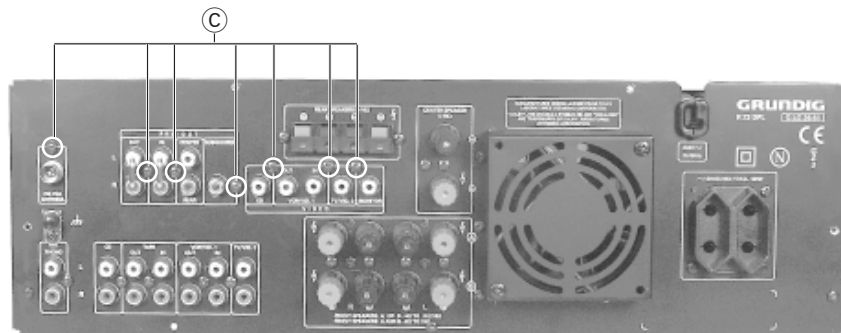
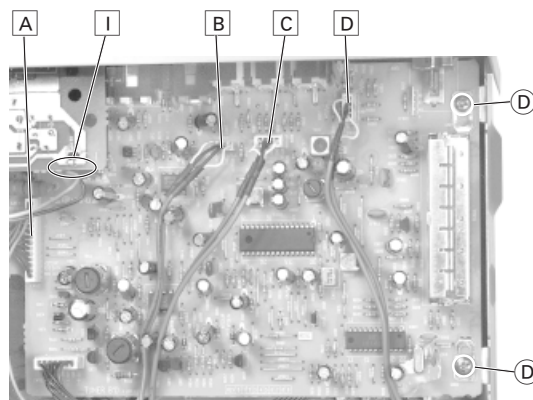

Fig. 4
Fig. 5
- 7 Schrauben (C) (Fig. 4) und 2 Schrauben (D) (Fig.5) herausdrehen.
- Bei Bedarf die Leitungen (A), (B), (C) und (D) lösen (Fig. 5).
- Undo 7 screws (C) (Fig. 4) and 2 screws (D) (Fig. 5).
- If necessary loosen the leads (A), (B), (C) and (D) (Fig. 5).
- Lüfterzuleitung ③ (Fig. 5) lösen.
- Loosen the lead to the fan ③ (Fig. 5).